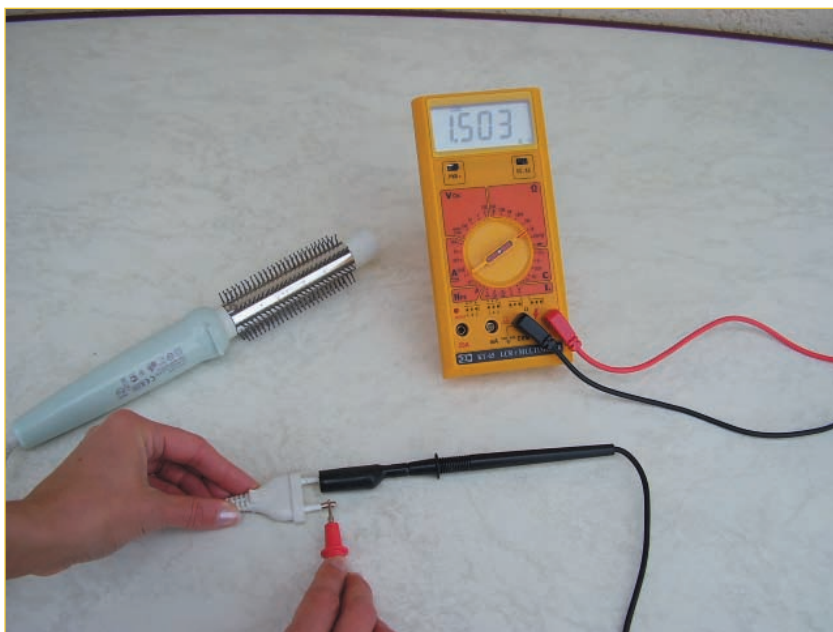

Abb. 6.10 – Das Multimeter zeigt am Lockenwickler einen Widerstand von 1,5 k Ω .
Messwert folgende „Faustformel“: Messwert $R (\Omega) = 10.000 / \text{Nennleistung (W)}$. Die Nennleistung ist am Gerät abzulesen. Bei 10 W Nennleistung kommt man laut Formel auf einen Widerstand von 1 k Ω , bei 500 W sind es 20 Ω . Aber diese Werte gelten nur ganz ungefähr, schon deshalb, weil es Kaltwiderstände sind. Ein anderes Beispiel ist der elektrische Lockenwickler, bei dem die Faustformel Messwert $R (\Omega) = (230 \text{ V})^2 / \text{Nennleistung (W)}$ gilt. Das Modell in Bild 6.10 hat eine Nennleistung von 16 W, so dass sich rechnerisch 3,3 k Ω Innenwiderstand ergeben – messbar sind dagegen nur 1,5 k Ω . Messen ist deshalb auf jeden Fall angebracht.